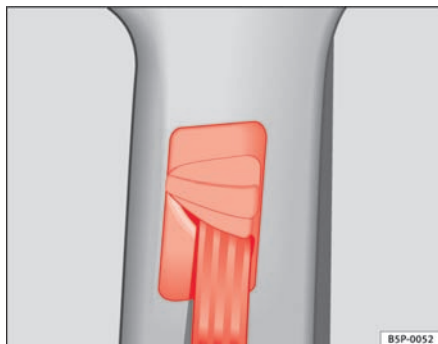

Fig. 17 Placering af selehøjdeindstilling
- Tryk den øverste del af vendebeslaget ind, og hold det i den position ⇒ side 27, fig. 17.